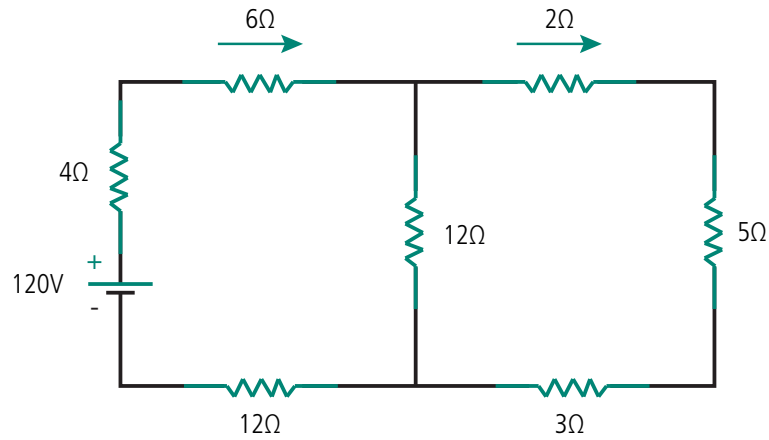

Figura 7.14: Circuito com incógnita das correntes de malha
6. Calcule as correntes de malha e todas as quedas de tensões do circuito da Figura 7.14 pelo método das correntes de malha.